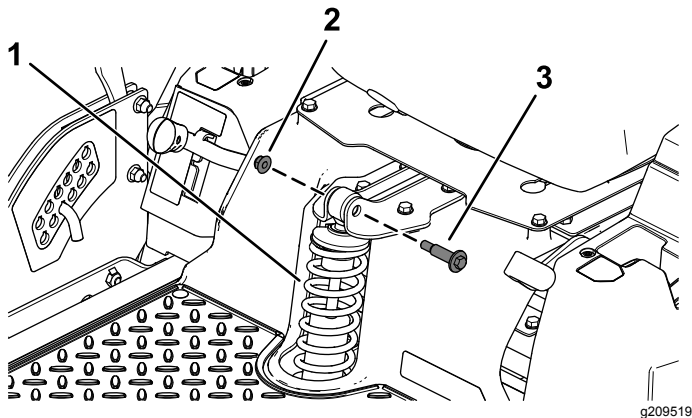

Bild 2
1. Entfernen Sie die zwei Radschrauben und zwei Bundmutter ($\frac{3}{8}$ "), mit denen die vorhandene vordere Feder befestigt ist (Bild 2).
2. Entfernen Sie die vorhandene vordere Feder (Bild 2).
Montieren Sie die neue vordere Feder mit den vorher entfernten zwei Radschrauben und zwei Bundmuttern ($\frac{3}{8}$ "), wie in Bild 2 abgebildet.